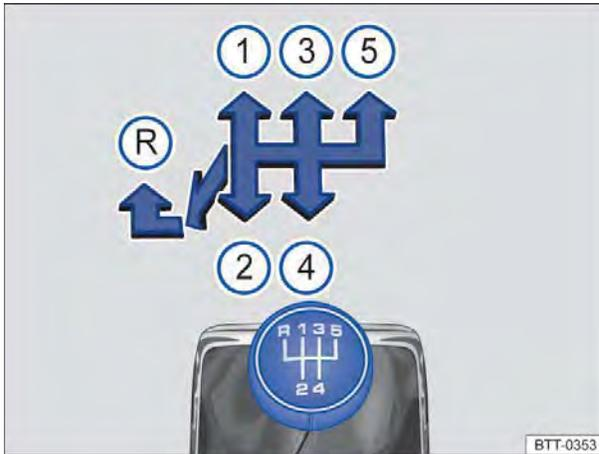
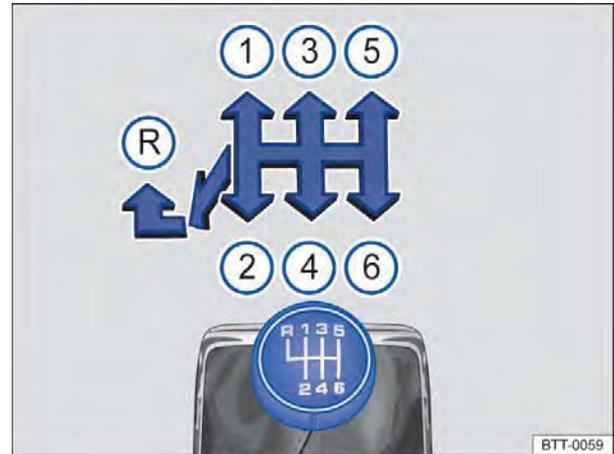

Fig. 141 Esquema de troca de marchas da transmissão manual de 5 marchas.
Fig. 142 Esquema de troca de marchas da transmissão manual de 6 marchas.
As posições de cada marcha estão representadas na alavanca da transmissão => **Fig. 141** ou => **Fig. 142**.
- Empurrar a alavanca da transmissão totalmente para a esquerda e depois para frente até a posição da marcha a ré => **Fig. 141** ou => **Fig. 142** .